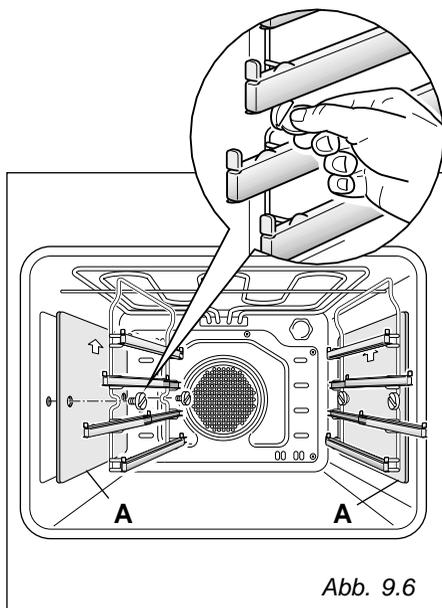

Abb. 9.6
- Die verschiebbaren Schlitten an die Ofenwände mit 2 Schrauben montieren (Abb. 9.6).
- Bei den Modellen wo dies vorgesehen ist, die selbstreinigenden Tafeln "A" mit dem Pfeil nach oben dazwischen montieren (Abb. 9.6).
- Die Befestigungsschrauben abschrauben und von den Ofenwänden die verschiebbaren Schlitten und die selbstreinigenden Tafeln, wenn vorhanden, abnehmen (Abb. 9.6).